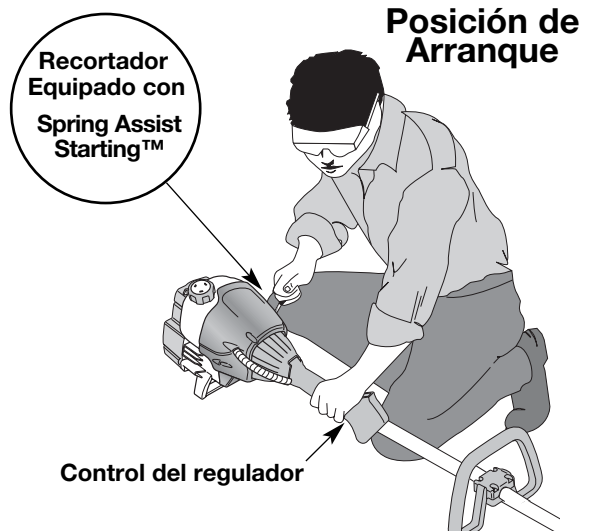

Fig. 8
**ADVERTENCIA:** Evite los arranques accidentales. Colóquese en posición de inicio cuando tire de la cuerda de arranque (Fig. 8). El operador y la unidad deben estar en una posición estable al arrancar la unidad para evitar graves lesiones personales.